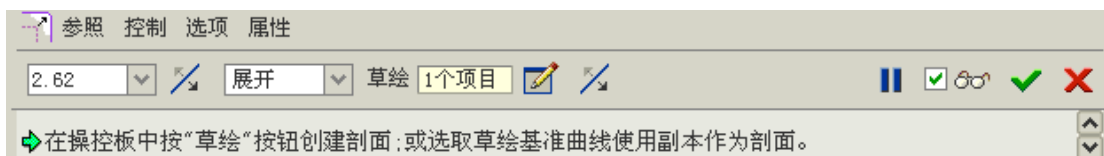

图 42-24
(2) 单击菜单【编辑】 【偏移】选项，打开偏移特征操控板，各选项设置如图 42-24 所示。